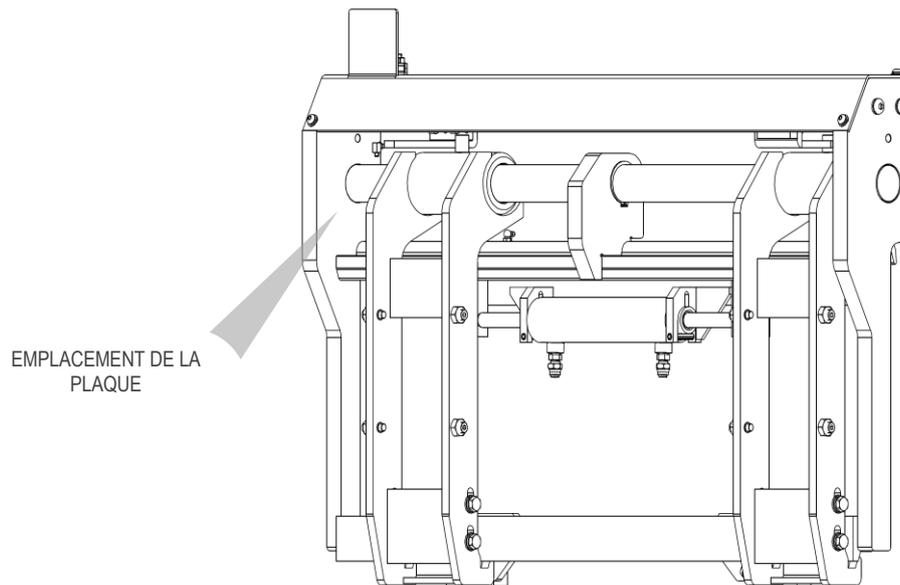

Figure 1
Tous les équipements A.T.I.B. – POSITIONNEUR DES FOURCHES TYPE 598 | 599 sont identifiés par une plaque adhésive (voir *Tableau 1*) positionnée sur l'équipement (voir *Figure 1*), toujours se référer au numéro de série.
Pour cela, il faut utiliser des courroies ou des chaînes dont les dimensions sont adaptées au poids de l'équipement comme indiqué sur la plaque signalétique (voir Figure 1 et le Tableau 1 page7).
11. Raccorder le circuit hydraulique en s'assurant que la pression de service des tuyaux est supérieure ou égale à la pression indiquée sur la plaque d'identification (voir *Figure 1* et le *Tableau 1* page7).
Pour cela, il faut utiliser des courroies ou des chaînes dont les dimensions sont adaptées au poids de l'équipement comme indiqué sur la plaque signalétique (voir *Figure 1* et le *Tableau 1* page7).